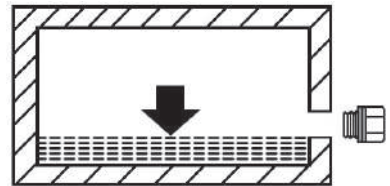

РИС. 23
9. После заправки убедитесь, что уровень масла соответствует нижней кромке контрольного отверстия (Рис. 23). При необходимости долейте масло до требуемого уровня.